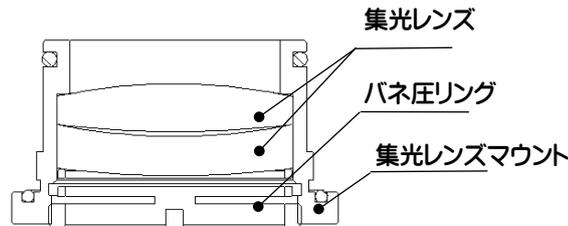

Fig 6.7 - Focus lens installation diagram
- 図 6.7 のように、集光レンズとバネ圧リングをレンズマウントに注意深く入れ、プレッシャーリングをきちんと締めます。